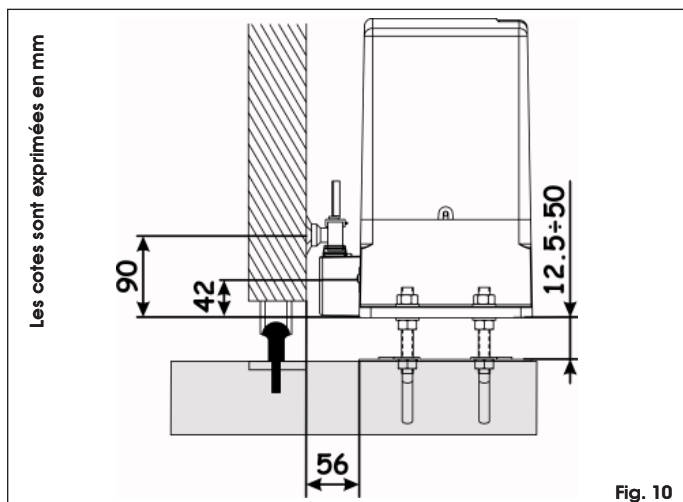

Fig. 10
3. Régler la hauteur du motoréducteur et la distance du portail en se reportant aux cotes de la Fig. 10.